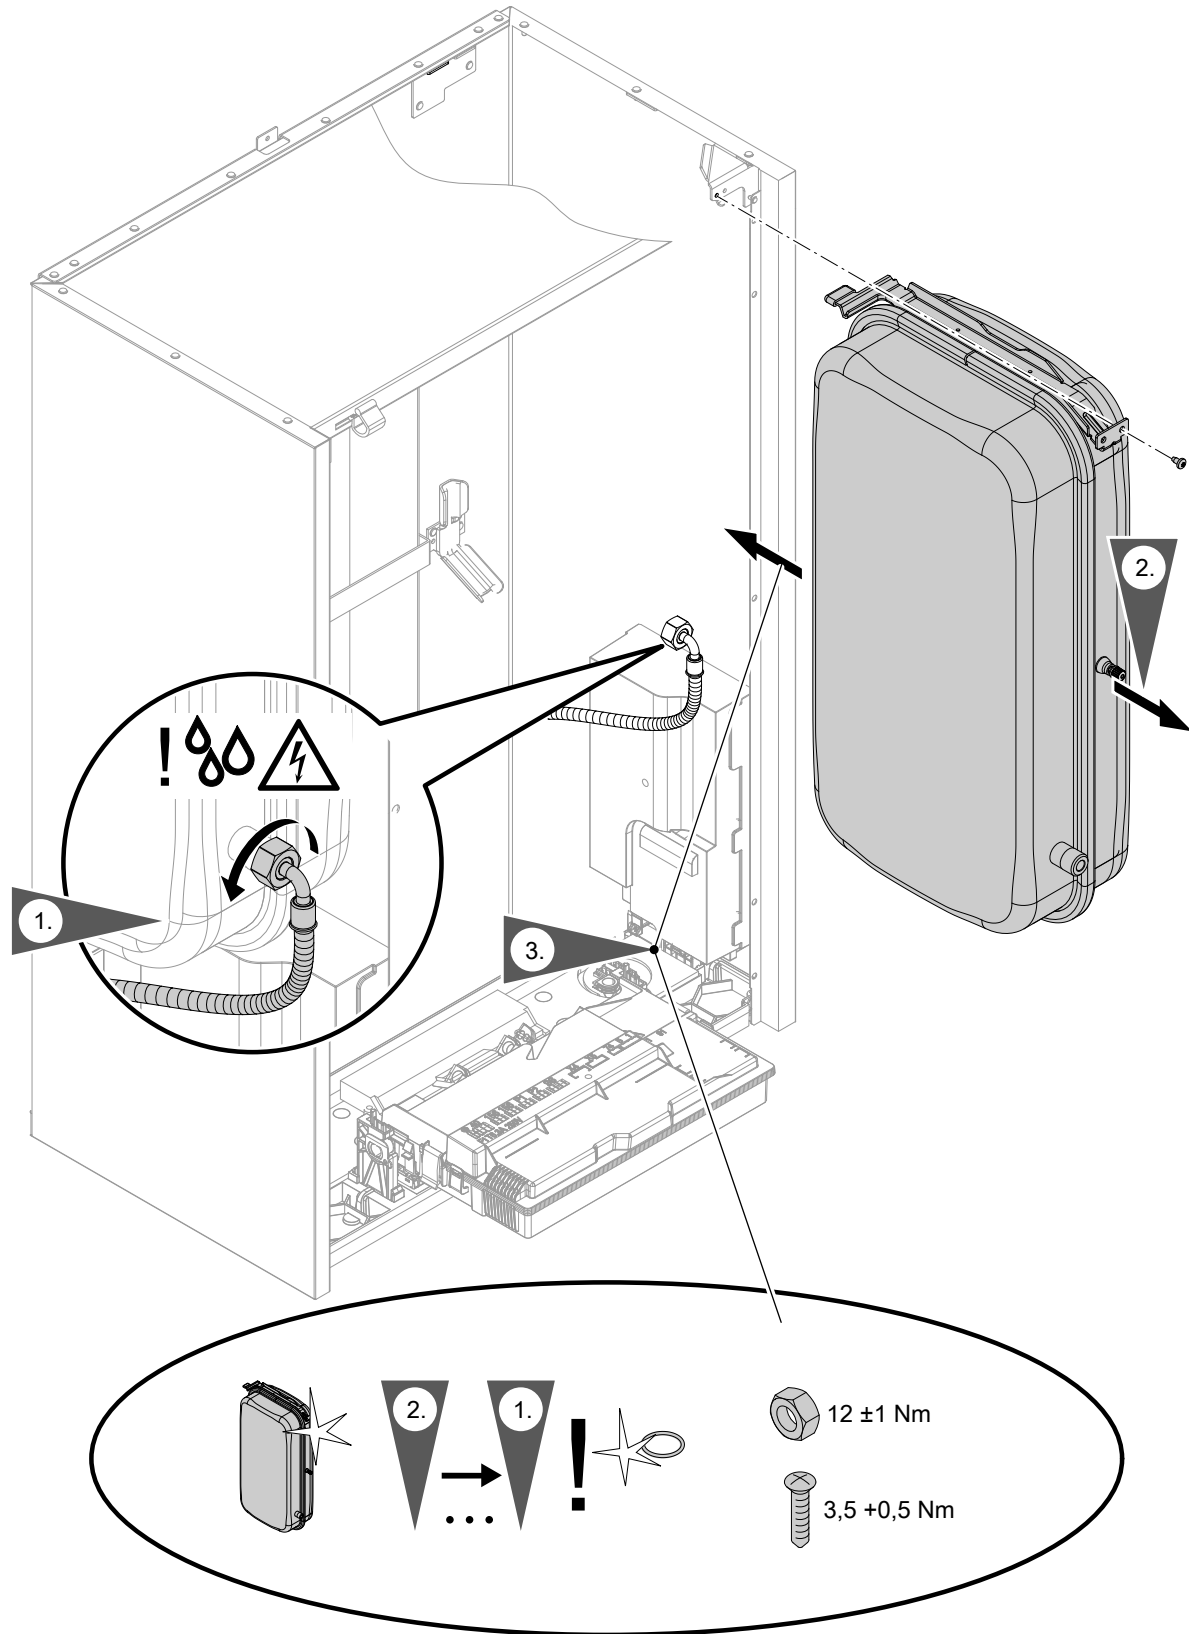
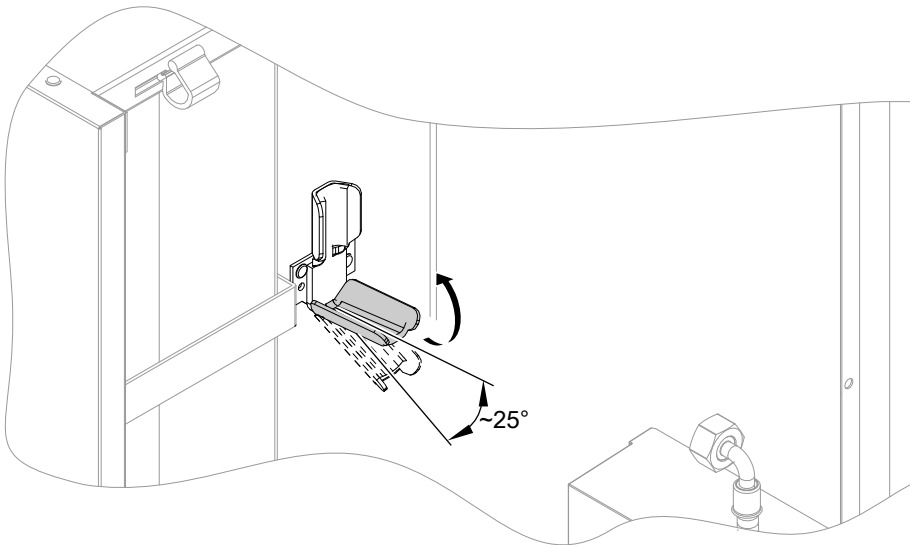

Abb. 89
Abb. 90
- Ausdehnungsgefäß: Siehe Abb. 89 und ggf. Abb. 90.